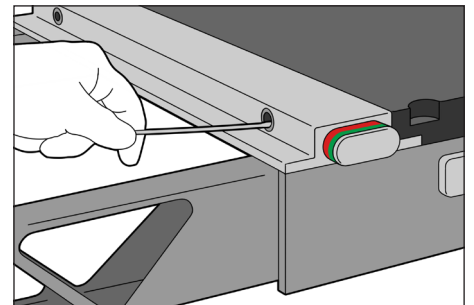

Рис. 3
3. Сухим ватним тампоном очистіть внутрішню поверхню приймальних отворів. (Рис. 3)
5. Сухим ватним тампоном витріть залишки ворсу та сміття. (Рис. 3)